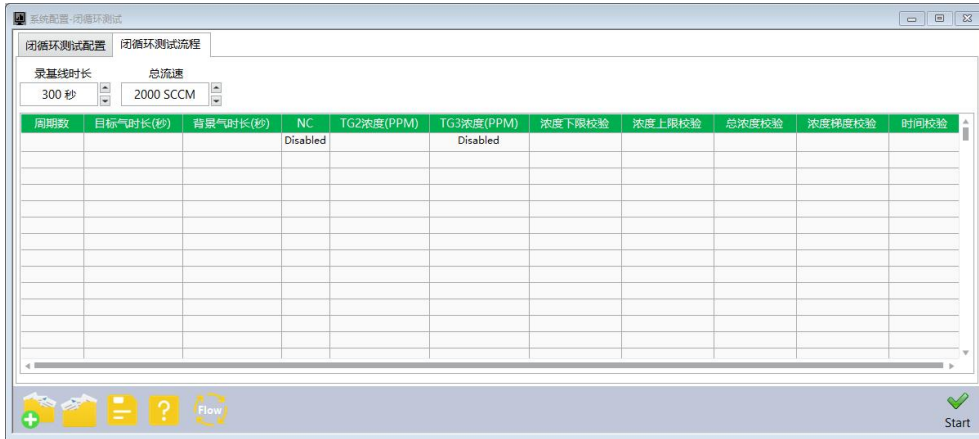

图 7
2.4 点击“闭循环测试流程”选项卡，进一步输入测试流程参数，其界面如图 7 所示。
注意，在图 6“闭循环测试配置”中若未勾选 TG1 和 TG3，则图 7“闭循环测试流程”中的 TG1 浓度和 TG3 浓度将显示为”Disabled”，其浓度无法设置。